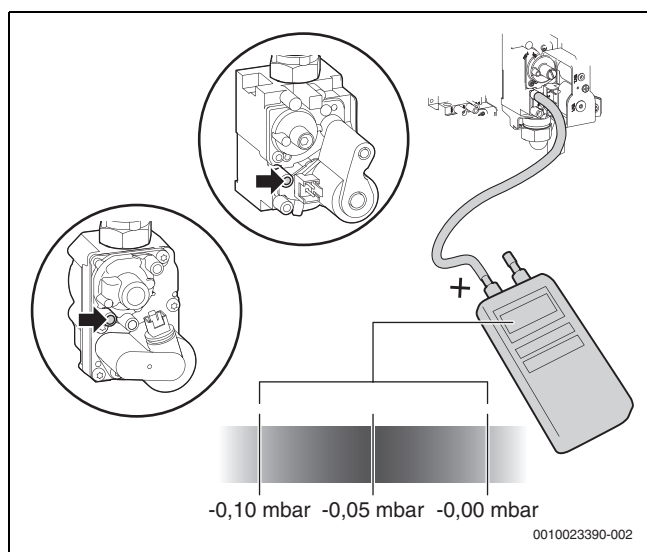

Bild 6 Differenzdruck messen
- ▶ Differenzdruck des Gasventils messen (→ Bild 6). Der optimale Differenzdruck beträgt -0,05 mbar.